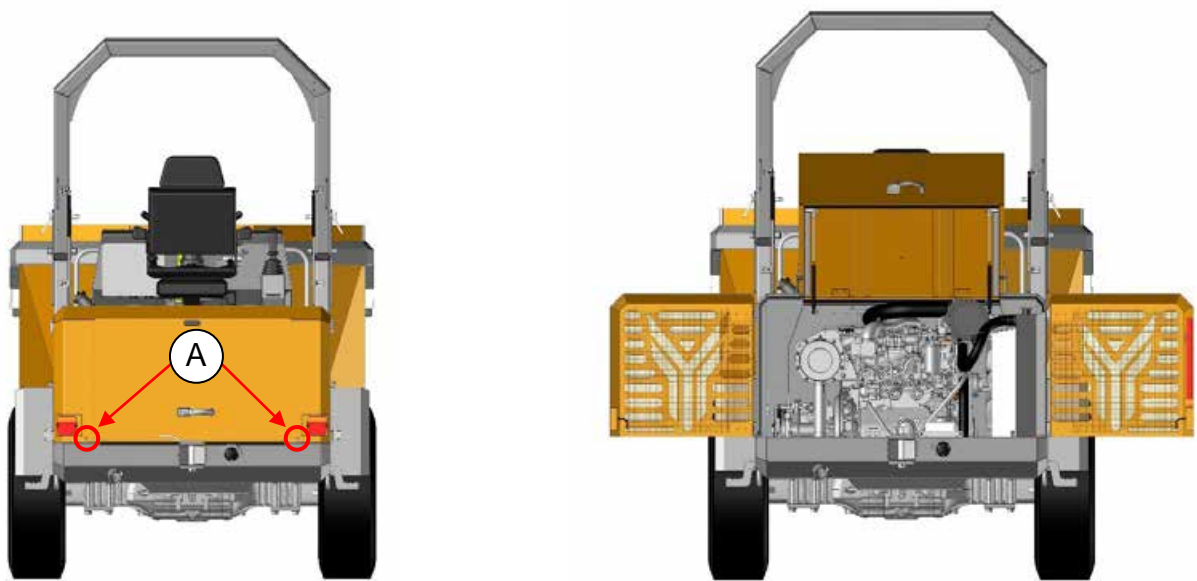

Abbildung 29. Motorhaube und Seitendeckel
- **Motorhaube:** Um die Motorhaube zu öffnen, drücken Sie den Knopf und öffnen die Motorhaube durch ziehen am Griff. (Abbildung 29). Sie können die Motorhaube nun nach oben öffnen. Um die Haube zu schliessen, senken Sie sie ab und lassen die Haube einrasten.
- **Seitenabdeckungen:** Im Falle einer grösseren und besseren Zugangsanforderung verwenden Sie den Inbusschlüssel Nr. 5 an den in Abbildung 29 gezeigten Punkten A und öffnen Sie die Seitenfachabdeckungen.